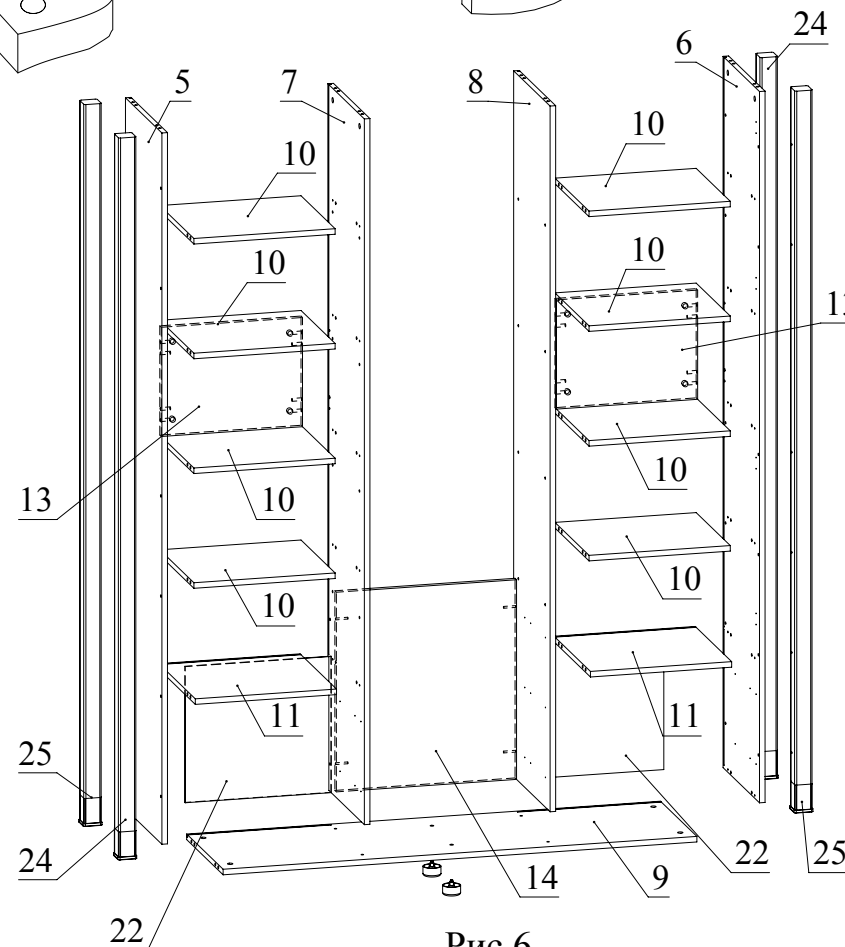

Рис.6
5. С помощью конфирматов скрепить детали 5, 6 с деталями 24, 25 согласно схемы (Рис. 6).
6. Установить детали 10 и деталь 13 на деталь 7 и зафиксировать, повернув конфирматным ключом головки минификсов по часовой стрелке до упора (Рис. 6).
7. Установить детали 10 и деталь 13 на деталь 6 и зафиксировать, повернув конфирматным ключом головки минификсов по часовой стрелке до упора (Рис. 6).
9. Соединить при помощи конфирматов детали 7, 8 с деталью 9. Установить опоры регулируемые на деталь 9 (Рис. 6).
10. Установить деталь 22 в пазы деталей 5, 7, 11 (Рис. 6).
11. Установить деталь 22 в пазы деталей 6, 8, 11 (Рис. 6).
13. Установить деталь 6 на детали 9, 10, 11, 13 и зафиксировать, повернув конфирматным ключом головки минификсов по часовой стрелке до упора (Рис. 6).